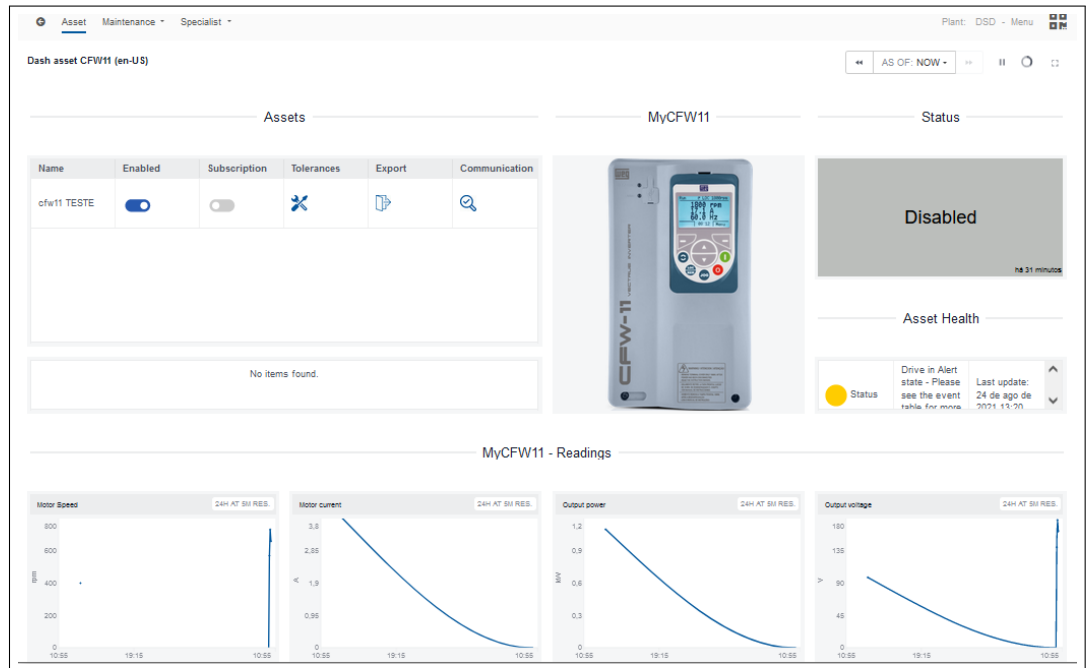

Figura 3.8: Dashboard do drive cadastrado no MFM
Passo 7 A Figura 3.8 apresenta o dashboard do drive recém cadastrado no MFM.